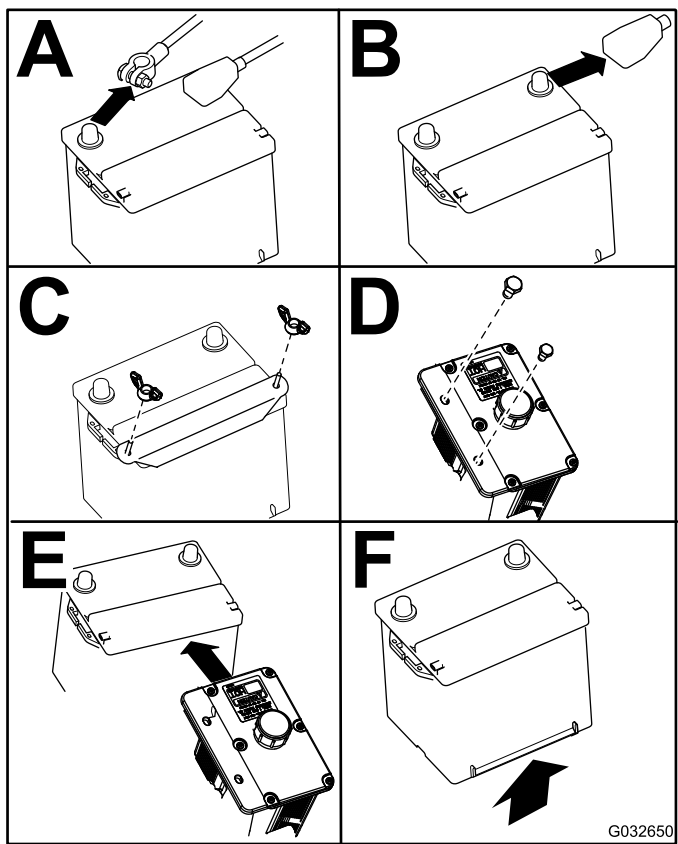

Figura 55
4. Retire la batería según se muestra en la Figura 55.